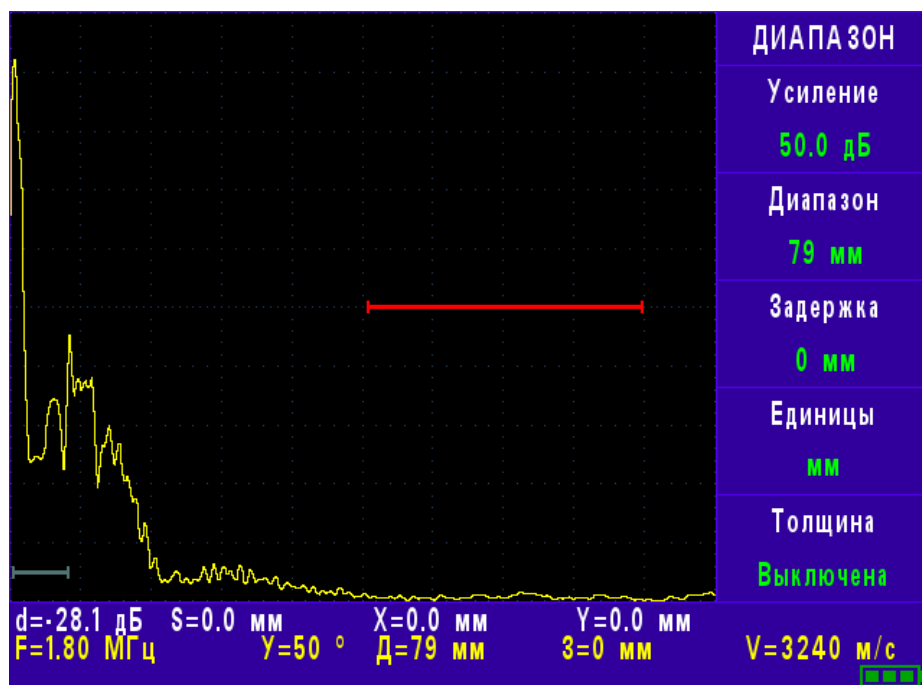

Рис. 5.6
5.5.2. Меню **«ДИАПАЗОН»** содержит следующие параметры (рис. 5.6)